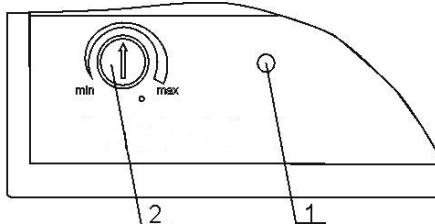

Рис.2. Схема расположения органов управления и сигнализации.
8.2 Подключение морозильника к электрической сети осуществляется штепсельной вилкой сетевого шнура (не рекомендуется тянуть за сетевой шнур). В момент пуска и остановки мотора-компрессора возможно незначительное содрогание корпуса морозильника. Загоревшаяся индикаторная лампа 1 (рис.2) свидетельствует о том, что морозильник включен в электросеть.
8.3 Температурный режим в морозильнике устанавливается путем поворота ручки терморегулятора 2 (рис.2) до выбранного уровня по шкале температурного режима.
8.4 Для замораживания продуктов в морозильнике с металлической дверью («POZIS FH 250-1», «POZIS FH 255-1», «POZIS FH 256-1», «POZIS FH 258-1») переведите ручку терморегулятора 2 (рис.2) в положение «max».
При замораживании продуктов в морозильнике ручка терморегулятора (рис.2) устанавливается в положение «max» за 4-5 часов до укладки продуктов для получения в камере наименьшей температуры. При замораживании продуктов в морозильнике, работающем в установленном режиме, допускается переключение морозильника на режим «замораживание» после укладки продуктов. В этом случае время замораживания массы продуктов первой закладки увеличится.